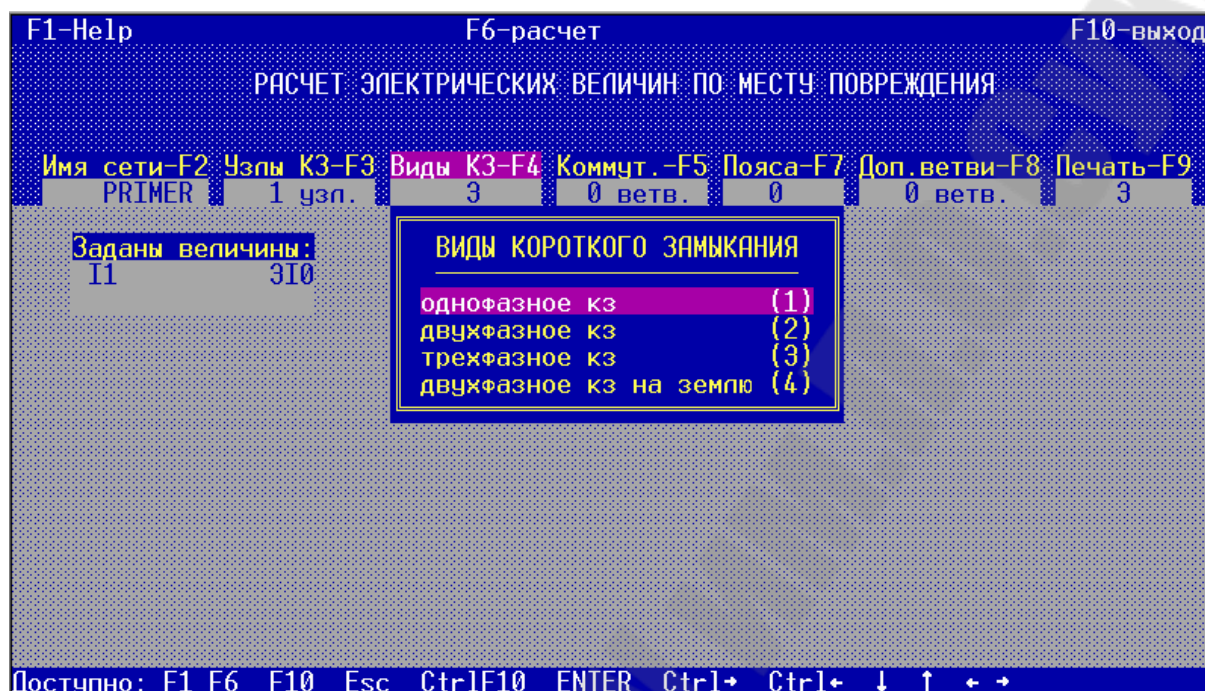

Рис. 5.10. Задание видов КЗ для расчета
**Виды КЗ – F4** – указываются виды КЗ и измеряемые (расчетные) параметры, которые при этом виде КЗ необходимо определить (рис. 5.10).